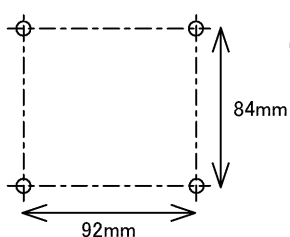
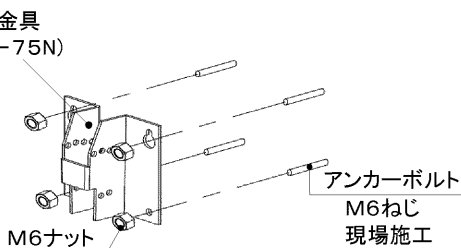
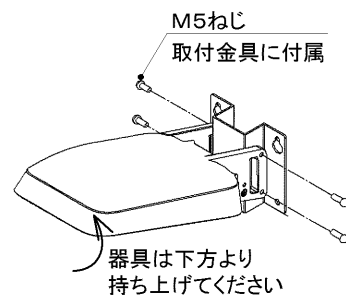

図4 取付寸法
図5 取付金具の取り付け
図6 器具の取り付け
●壁面に取り付ける場合 (図4) (図5) (図6)
1. 図4の取付寸法で壁面にアンカーボルトを施工してください。
2. 取付金具はアンカーボルトと取付ナットにて堅固に締め付けてください。(図5)
3. 金具の凸部に対し器具を下方から持ち上げ、取付金具の同梱ねじ4本にて、取付金具と器具を(図6)のように締め付けてください。